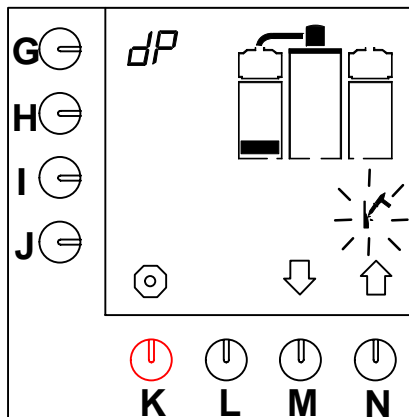

Fig. 20 Första nivå avkalkningsprogram bryggarsystem
- Det första nivåblocket visas på displayen och hammarsymbolen blinkar (fig. 20).